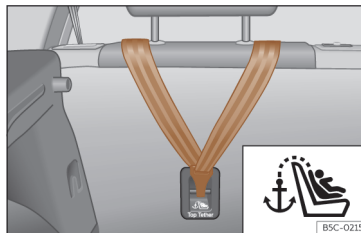
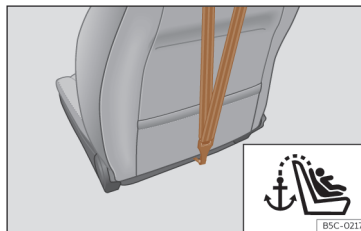

Fig. 43 Parte posterior dos bancos traseiros: fixação para o cinto Top Tether.
Fig. 44 Parte posterior do encosto do banco do passageiro: fixação para o cinto Top Tether (não está disponível em todos os mercados/versões).
As cadeiras infantis com sistema Top Tether incluem uma correia adicional para fixação a um ponto de fixação no veículo. Este ponto de fixação encontra-se na parte traseira do encosto do banco traseiro e do passageiro¹⁾ (identificado com o símbolo ) e proporciona maior retenção >>> **Fig. 43**, >>> **Fig. 44**.
- Deslize a correia e fixe-a corretamente na fixação da parte posterior do encosto >>> Fig. 43, >>> Fig. 44.